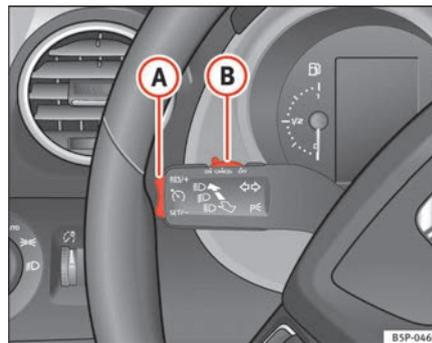

Fig. 149 Manette des clignotants et de l'inverseur codes/phares : commande et touche à bascule du régulateur de vitesse
- Lorsque la vitesse à mémoriser est atteinte, appuyez brièvement sur la partie inférieure **SET/-** de la commande à bascule ⇒ fig. 149 (A) à une seule reprise.